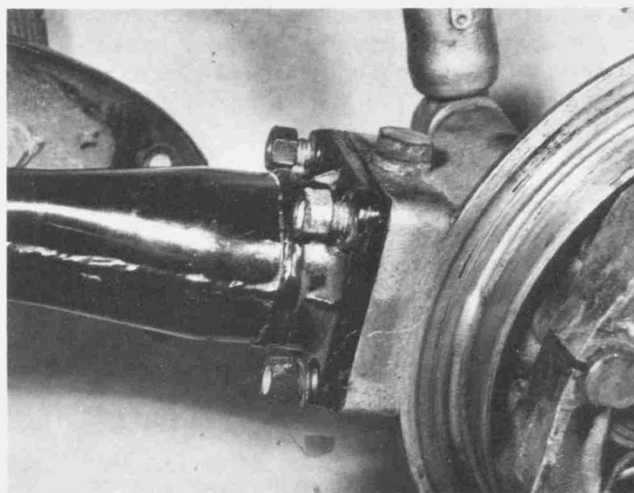

Bild 164
- Flügelmutter vom Bremsgestänge abschrauben, Bremsstange vom Hebelbolzen abziehen, Hohlbolzen aus Hebel nehmen, auf Bremsstange stecken und mit Flügelmutter halten (Bild 164).